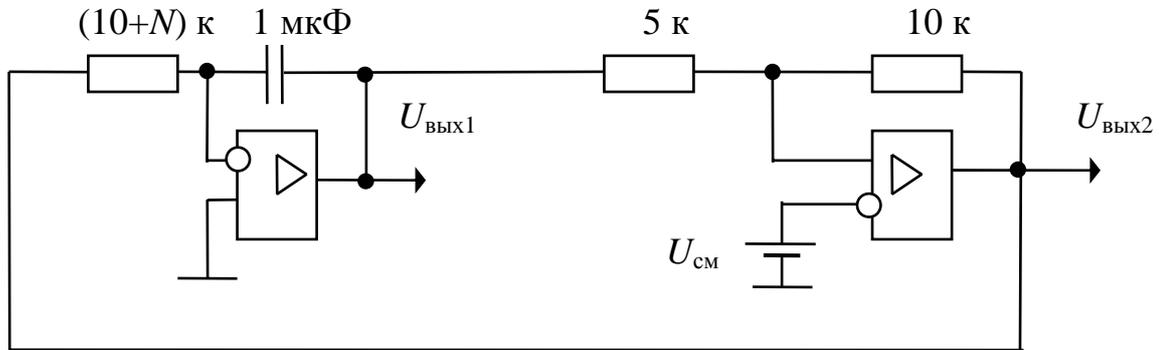

Рис. 5
5. Собрать и испытать генератор напряжений треугольной и прямоугольной формы (рис. 5). Напряжение смещения установить равным $U_{\text{см}}=1$ мВ. Оценить частоту и амплитуду генерируемых колебаний. Сравнить с расчетными значениями. Привести в отчете совмещенные временные диа-